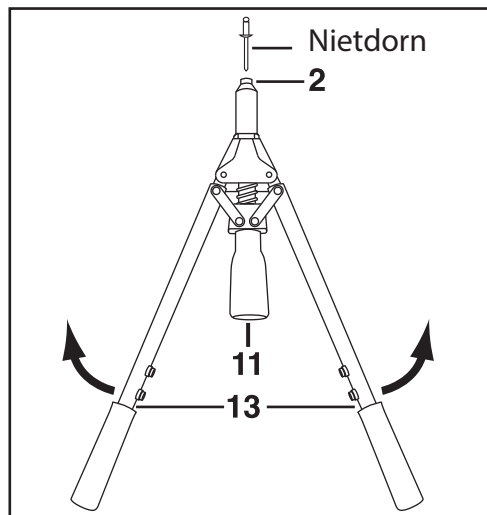

Abb.1
- 1) Beide Handgriffe (13) vollständig öffnen. Nietdorn komplett in das Mundstück (2) einführen (Abb.1).